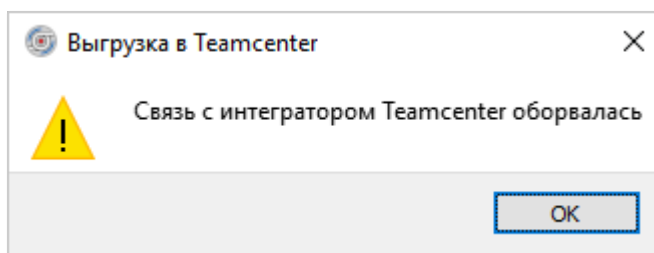

Рисунок 292. Ошибка связи с интегратором Teamcenter
- 3) «Связь с интегратором Teamcenter оборвалась» (см. рисунок 292).